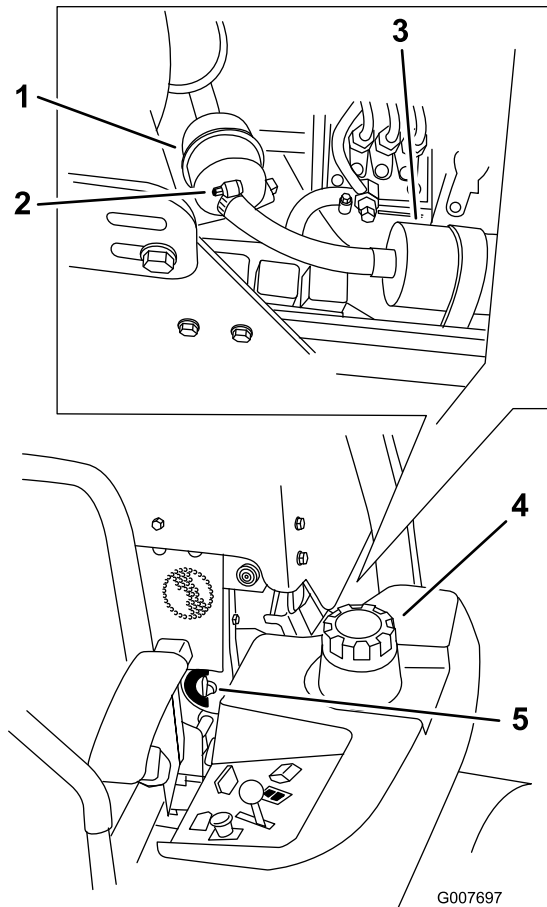

Figure 48
4. Fermez le robinet d'arrivée de carburant (Figure 48).
5. Desserrez les deux colliers de serrage et débranchez les conduites du filtre (Figure 48).
6. Remplacez le filtre. Branchez les conduites d'alimentation au filtre à carburant et resserrez les deux colliers de serrage (Figure 48).